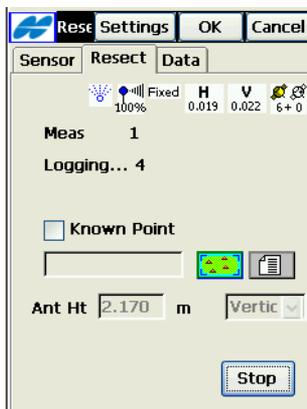

Abbildung A-5. Punktmessung
Wenn der Sensor den Laserstrahl erfasst, wird das mmGPS-Symbol angezeigt (Abbildung A-5).
Während der Messung zeigt das Register *Fr.Stat.* die Anzahl der in der Stationierung verwendeten GPS-Epochen (Abbildung A-5).
6. Tippen Sie, nachdem die gewünschte Dauer verstrichen ist, auf **Stop** (Abbildung A-5).